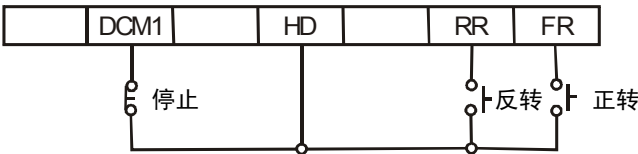

图 6-4 运转信号保持电路
- (1) 用按钮式开关等瞬时接点进行运转和停止时，请按图 6-4 所示那样配线，然后设置功能代码（多功能输入端子相关代码以及 F1101=2）。